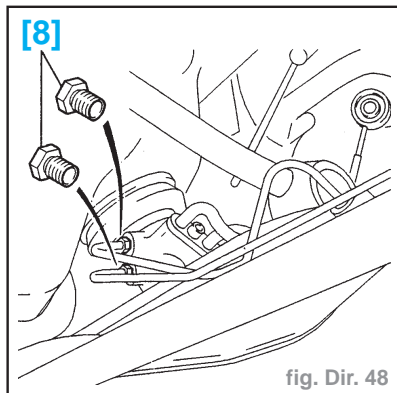

fig. Dir. 48
- Monter sur la valve les 2 bouchons [8], serrage à **0,8 daN.m** (fig. Dir. 48).